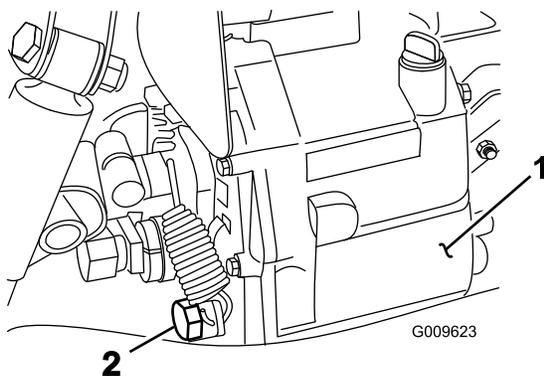

Figura 68
2. Retire o bujão de escoamento da parte lateral do reservatório e deixe o fluido hidráulico escorrer para o recipiente (Figura 68).